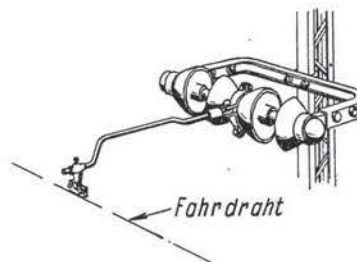
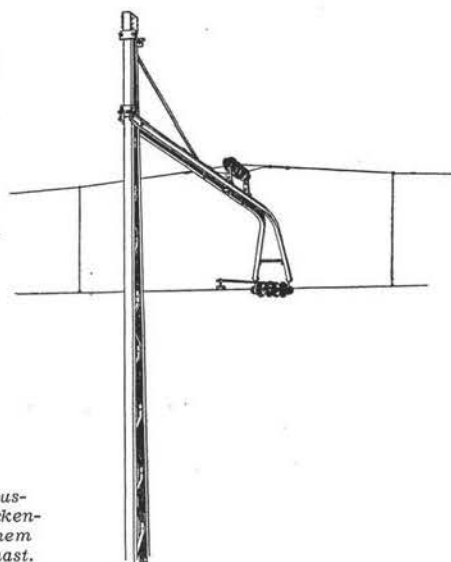

Bild 3 Seitenhalterisolation.
Bild 4 Rüsselausleger für Glockenisolator an einem Fahrleitungsmast.
Bild 3 Auch die Gattungsbezeichnung dieses Wagens ist inzwischen überholt. Sie bedeutete: 3. Klasse (C), vier Achsen (4), Mittelgang bei geschlossenem Übergang durch Faltenbälge (y) und Polsterung in der neuen 2. Wagenklasse (w).
einer Gabel (Bild 3), die entweder am Mast oder an sogenannten Hängestützen angeschraubt ist. Ferner findet man eine Mastbauart, deren Rüsselausleger an seiner äußersten Spitze den Seitenhalterisolator direkt aufnimmt (Bild 4).